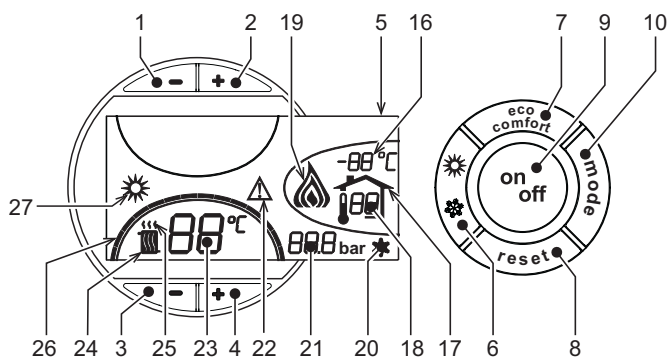
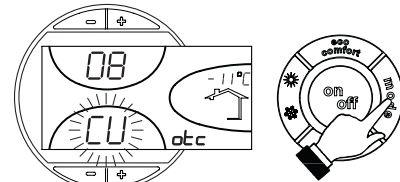
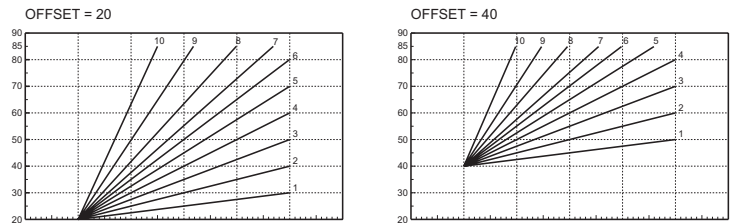

рис. 1 - Панель управления
рис. 9 - Кривая погодозависимого регулирования
рис. 12 - Пример параллельного смещения кривых погодозависимого регулирования
Нажмите клавишу on/off (поз. 9 - рис. 1) в течение 1 секунды.
Для повторного включения котла снова нажмите клавишу on/off (поз. 9 рис. 1) в течение 1 секунды.
- Нажмите кнопку ВКЛ/ВЫКЛ (9 - рис. 1)
Нажмите клавишу **Лето/Зима** (поз. 6 - рис. 1) на 1 секунду.
На дисплее высвечивается символ "Лето" (поз. 27 - рис. 1). При этом котел будет вырабатывать только воду для ГВС. Остается активной система защиты от замерзания.
Для выключения режима "Лето" вновь нажмите клавишу **Лето/Зима** (Поз. 6 - рис. 1) на 1 секунду.
Температура в системе отопления регулируется в пределах от 30 °С до 90 °С с помощью клавиш (поз. 3 и 4 - рис. 1); однако, не рекомендуется эксплуатировать котел при температуре ниже 45 °С.
Температура в системе ГВС регулируется в пределах от 10 °С до 65 °С с помощью клавиш (поз. 1 и 2 - рис. 1).
При наличии датчика температуры наружного воздуха (опция) на дисплее панели управления (поз. 5 - рис. 1) отображается измеряемая этим датчиком температура. При этом система управления котлом работает в режиме "Плавающая температура". В этом режиме температура воды, подаваемой в систему отопления, регулируется в зависимости от климатических условий внешней среды с тем, чтобы обеспечить максимальный комфорт и экономии энергетических ресурсов в течение всего года. Так, при повышении внешней температуры понижается температура подачи воды в систему отопления, что производится по определенной "кривой погодозависимого регулирования".
С переключением на режим "Плавающей температуры" показатель температуры, устанавливаемый клавишами (дет. 3 и 4 - рис. 1) соответствует максимальной температуре подачи воды в систему отопления. Рекомендуется задавать максимальное значение температуры с тем, чтобы позволить системе регулировать ее по всему рабочему диапазону.
При однократном нажатии клавиши **Режим** (поз. 10 - рис. 1) на дисплее высвечивается текущая кривая погодозависимого регулирования (рис. 9), которую можно изменить с помощью клавиш задания температуры воды ГВС (поз. 1 и 2 - рис. 1).
При нажатии клавиши регулировки температуры отопления (поз. 3 и 4 - рис. 1) получается доступ к функции параллельного изменения кривых (рис. 12), выполняемого с помощью клавиш регулировки температуры в контуре ГВС (поз. 1 и 2 - рис. 1).
При повторном нажатии клавиши **Режим** (поз. 10 - рис. 1) осуществляется выход из режима регулировки параллельных кривых.
Если к котлу подключено устройство дистанционного управления с таймером (опция), вышеописанные регулировки производятся в соответствии с указаниями, приведенными в таблице 1. При этом на дисплее пульта управления (поз. 5 - рис. 1) высвечивается температура в помещении, измеряемая устройством дистанционного управления.
Выбор режимов ECO/COMFORT	При выключении режима ГВС с пульта ДУ котел переходит в режим "Eco-pot". В этих условиях клавиша 7 рис. 1 - на панели котла отключена. При включении режима ГВС с устройства ДУ с таймером котел устанавливается в режим Comfort. В этих условиях с помощью клавиши 7 рис. 1 - на панели управления котла можно выбрать любой из этих двух режимов.